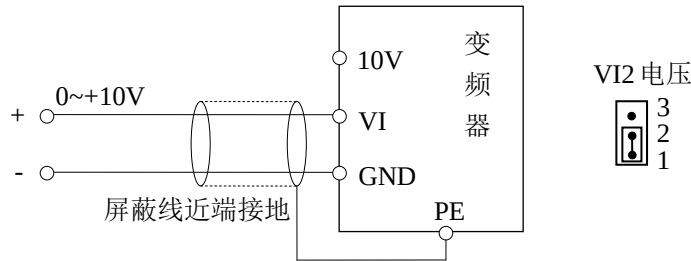

图 2-4 VI 端子配线图
1、VI1/VI2 端子接受模拟信号输入, VI2 跳线选择输入电压 (0~10V) 或电流 (4~20mA), 具体跳线接线如图 2-4 所示: